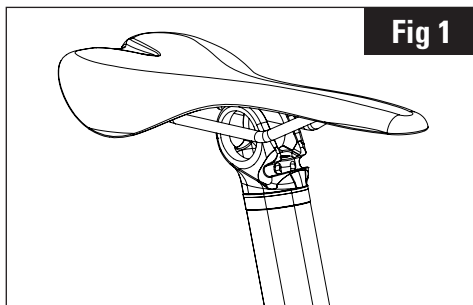

Fig 1
1. Den Sattel auf der E-POST 2 EVO auflegen, Schienen an der Außenseite der Sattelstütze. (Abb.1)